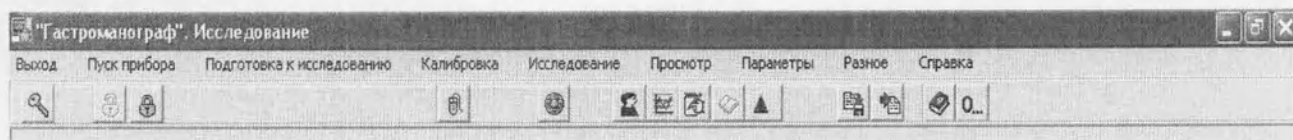

Рисунок 5 – Главное меню задачи Гастроскан-Д
3.1.12 В главном меню (рисунок 5) нажать кнопку **<Пуск прибора>** (левая кнопка пункта меню) и получить информацию о готовности прибора к работе. Если появилось сообщение **«Подключите прибор»**, проверьте надежность соединений прибор — кабель USB, кабель USB — ПК, отсоедините кабель USB от прибора и подсоедините вновь. Нажмите кнопку **<Пуск прибора>**.